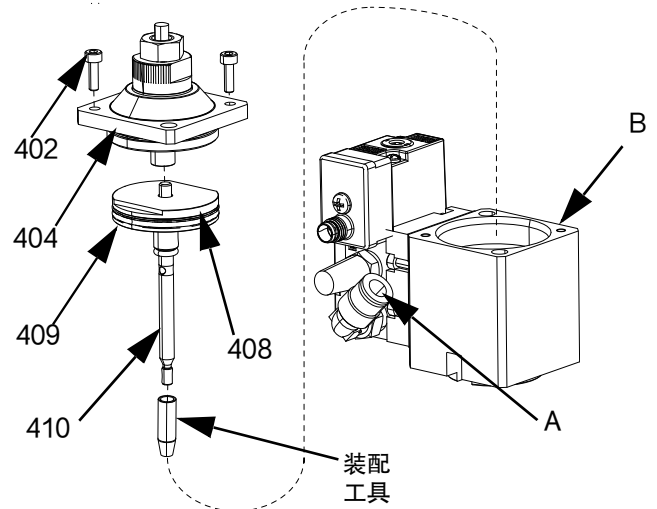

图 23
4. 要将空气部分 (B) 组装在带回吸胶嘴组件的阀上：
- a. 如果有刮划或磨损、请更换活塞 O 形圈 (408)。参见图 23
- b. 将提供的蓝色厌氧胶涂到活塞杆螺纹 (410) 上。
- c. 将活塞杆 (410) 拧入活塞 (409) 中。
- d. 将活塞平面部位 (409) 固定在台钳中。将内六角扳手插入活塞杆 (410) 的孔中。用 8-10 英寸 - 磅 (0.9-1.1 牛·米) 的扭力拧紧。将螺母 (417) 放到活塞杆上、然后用 24-36 英寸 - 磅 (2.7 - 4.1 牛·米) 的扭力拧紧。
- e. 通过空气部分 (B) 底部的 O 形圈将安装有组装工具的活塞组件插入。